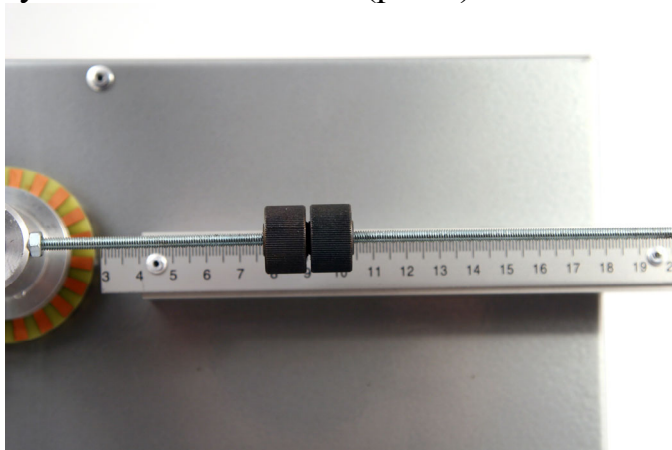

Рис. 2
Для выполнения задачи работы необходимо выполнить две серии измерений угловых ускорений маятника при двух различных удаленностях грузов на крестовине от ее оси - r_1 и r_2 . Для определения этих расстояний на лабораторном стенде установлена линейка (рис.2).
На практике положения грузов на крестовине меняется с помощью их перемещения по резьбовым спицам крестовины. Фиксация грузов в каждой серии измерений осуществляется путем законтривания двух резьбовых половин каждого груза в выбранном положении (рис.2).
2. Соберите лабораторную установку, зафиксировав подвижные грузы (рис. 2) на выбранном расстоянии от оси вращения маятника. Подключите датчик угловой скорости к USB – входу компьютера с помощью соединительного кабеля. При установке грузов отметка на линейке, соответствующая выбранному радиусу, должна быть видна сквозь зазор между грузами, т.е. совпадать с положением центра масс грузов.